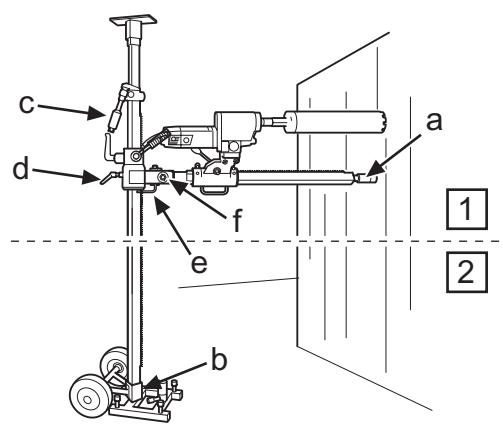

Fig. 3
- 8. Controllare la posizione della testa di foratura. Avvitare la vite del montante alla parete per fissare la colonna di foratura. Fissare con il dado di bloccaggio da 30 mm (a) (fig. 3), utilizzando un profilo di legno come distanziale.
- 8. Die Lage der Bohrkrone prüfen. Die Stempelschraube zur Fixierung der Bohrsäule in die Wand einschrauben. Mit 30-mm-Sicherungsmutter (a), einen Holzstab zwischenlegen (Abb. 3).
- 8. Contrôler la position du trépan. Visser la vis du pilier sur le mur pour attacher le pilier de forage. Attacher avec un contre-écrou de 30 mm (a) (Fig. 3), utiliser une règle en bois comme entretoise.
- 8. Controleer de stand van de boorkop. Schroef de stutschroef tegen de wand om de boorkolom te fixeren. Zeker met borgmoer 30 mm (a) (Fig. 3), gebruik een houten regel als tussenlaag.